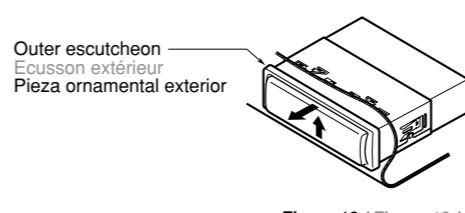
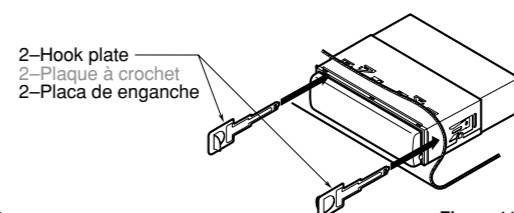

Figure 10 / Figure 10 / Figura 10
Figure 11 / Figure 11 / Figura 11
* For instructions on removing the DCP, refer to the owner's manual. Press the outer escutcheon upward and remove it. (Figure 10) Insert and lock the hook plates. (Figure 11) Pull the hook plates to remove the source unit. | <ol style="list-style-type: none"> Déposer le clavier de commande amovible (DCP).
* Pour les instructions sur le retrait du clavier de commande amovible (DCP), se référer au mode d'emploi. Presser l'écusson extérieur vers le haut et le retirer. (Figure 10) Insérer et verrouiller les plaques à crochet. (Figure 11) Tirer sur les plaques à crochet pour retirer l'appareil pilote. | <ol style="list-style-type: none"> Desmonte el panel de control desmontable (DCP).